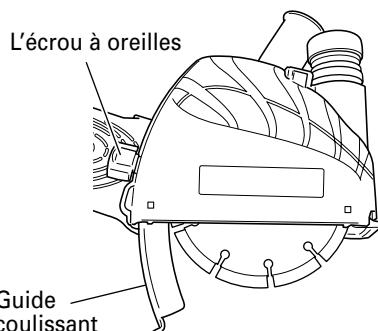

Fig. 3
8. Réglage de la profondeur de coupe (Fig. 3)